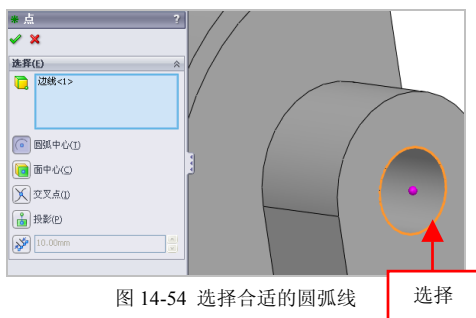

图 14-54 选择合适的圆弧线
(11) 单击【点】按钮，弹出【点】属性管理器，单击【圆弧中心】按钮，选择合适的圆边线对象，如图 14-54 所示。